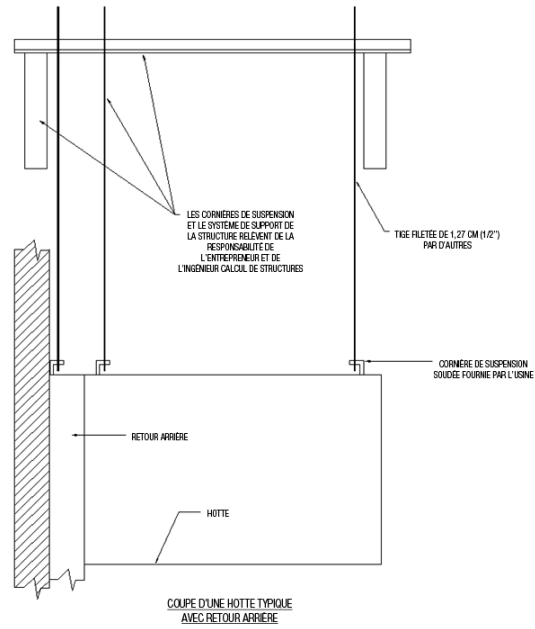

Figure 7
5. Le retour arrière est généralement suspendu de sorte que son bord supérieur soit à la même hauteur que celle du bord supérieur de la hotte. **Voir la figure 7.** Référez-vous à l'étape 2 des instructions de *l'Installation d'une seule hotte* afin de déterminer les hauteurs d'accrochage de la hotte et du retour arrière.